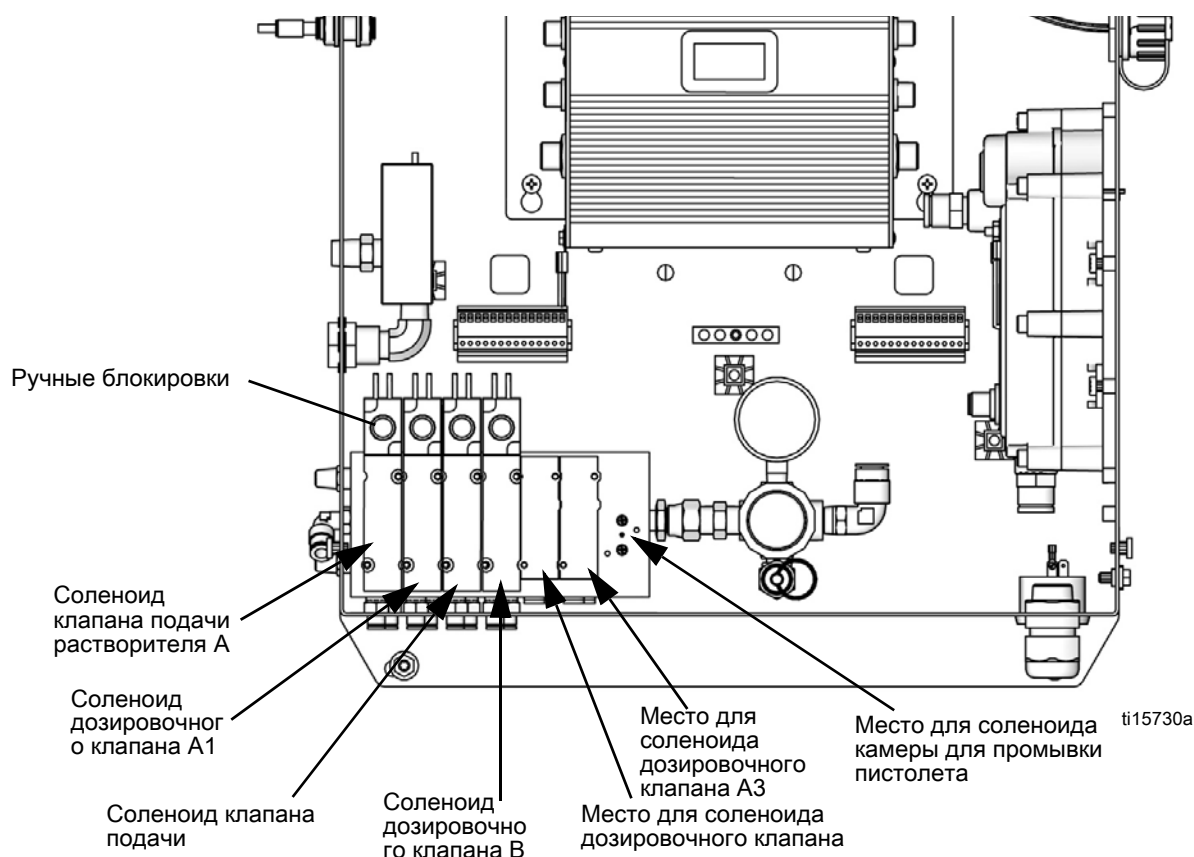

Рис. 1. Соленоидные клапаны в блоке управления
4. При нажатом курке пистолета установите ручную блокировку на соленоидах дозирующих клапанов А и В, и растворителя, чтобы сбросить давление. См. Рис. 1, стр. 17. Удостоверьтесь в том, что давление жидкости упало до 0.
4. При нажатом курке пистолета установите ручную блокировку на соленоидах дозирующих клапанов А1 (А2, А3) и В, чтобы сбросить давление. См. Рис. 1, стр. 17.
7. При нажатом курке пистолета установите ручную блокировку на соленоидах клапанов подачи растворителя А и В, чтобы сбросить давление растворителя. См. Рис. 1. Удостоверьтесь в том, что давление растворителя упало до 0.
7. Снимите крышку блока управления для получения доступа к соленоидным клапанам. См. Рис. 1, стр. 17.
- Очистка контура компонента А. См. Рис. 1, стр. 17. Установите ручную блокировку на соленоиде дозирующего клапана А, направьте пистолет в заземленную металлическую емкость и нажмите на курок.